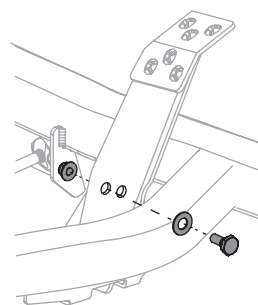

Figure 35
2. Retirez le boulon hexagonal, la rondelle et l'écrou hexagonal près du centre de la pédale. Voir Figure 35.
4. Réinstallez le matériel précédemment retiré et serrez l'écrou à 38-47 N·m (28-35 pi·lb). Voir Figure 35.